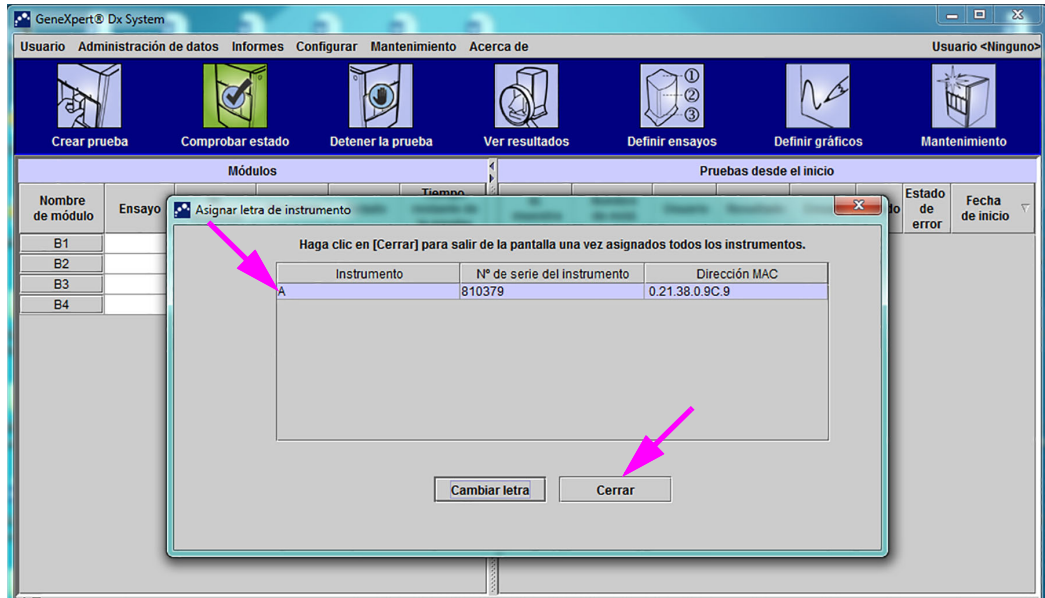

Figura 2-59. Ventana del GeneXpert Dx System con cuadro de diálogo superpuesto Asignar letra de instrumento
- Haga clic en **Cerrar** para salir del cuadro de diálogo Asignar letra de instrumento (consulte la figura 2-59). El cuadro de diálogo Asignar letra de instrumento indicará la asignación de la nueva letra de instrumento correspondiente a los módulos.